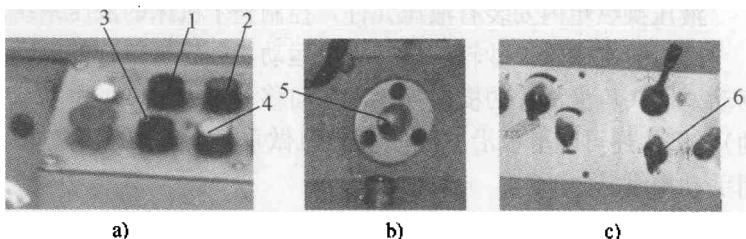

图 1—7 砂轮的启动与液压排气 (M1432A 型万能外圆磨床)
2. 液压泵启动约 3 min 后，再启动砂轮。启动砂轮时，在无慢启动结构的情况下，宜采用短暂停时间接通电源的方法（即点，停，再点），其目的是让砂轮运转系统在运转的最初期以最短的时间、最低的转速，将润滑油压至砂轮运转系统的各部位，这可通过砂轮架旁的油窗（见图 1—7b）来观察。当润滑油全压上后再正式启动砂轮。这样操作对确保砂轮轴的旋转精度、提高砂轮主轴轴承使用寿命具有很大的意义。
3. 在机床空运转时，打开排气阀，如图 1—7c 所示，将会听到液压系统“滋滋”的排气声，这属于正常现象。待排气声消失，则说明液压系统的气体彻底排放干净，此时再关闭排气阀。如果不排气就进行磨削，工作台会产生“爬行”现象，严重影响磨削质量。然后调整左右撞块，开动工作台自动走刀，使工作台能在较大行程下走空刀，以确保机床导轨有良好的、全面的润滑。